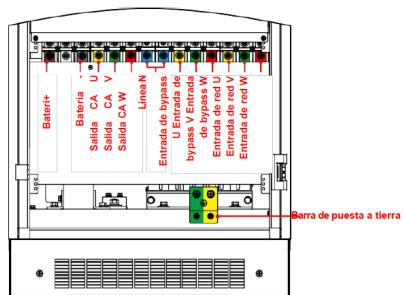
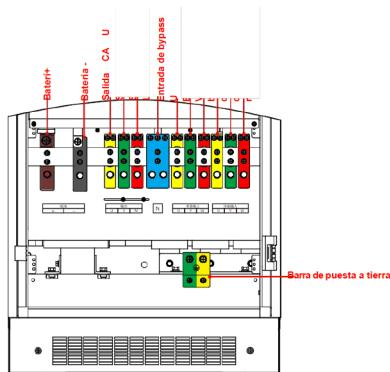

Figura 3-21 Ilustración del bloque de terminales del UPS serie UPS-IND 1300 RI(10K-30K)
Figura 3-22 Ilustración del bloque de terminales del UPS serie UPS-IND 1300 RI(40K-80K)
Paso 2: Conecte los cables de entrada de batería, tierra de protección, entrada de red, entrada de bypass y salida de CA al bloque de terminales situado en la parte inferior del UPS. Figura 3-21, Figura 3-22. Figura Figura 3-24 3-23, y muestran los diagramas esquemáticos de los bloques de terminales de diferentes modelos.